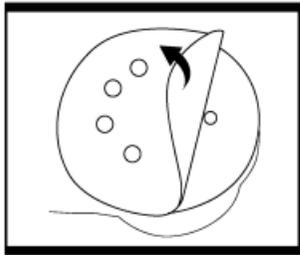

Fig. 1
1. CAMBIO DEL PAPEL DE LIJA (Fig. 1)